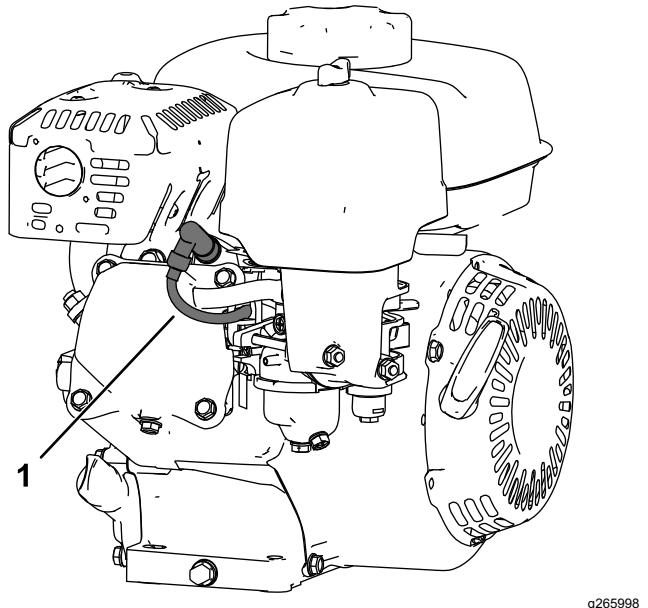

Figura 8
5. Scolate il cappellotto dalla candela (Figura 8).